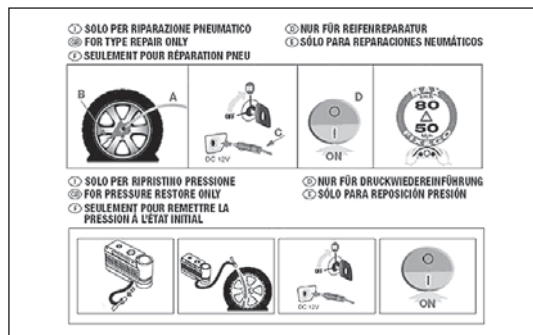

fig. 128
- dépliant d'information (voir fig. 128), pour bien utiliser le kit de réparation rapide, qu'il faudra ensuite présenter au personnel qui s'occupera du pneu traité ;